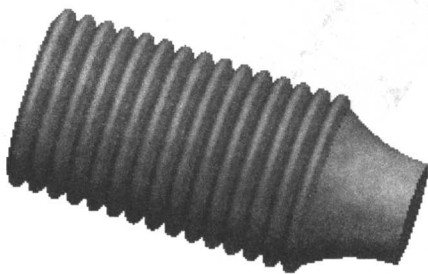

图 1.8 创建特征阵列
- (4) 定义旋转角度。在操控板中，选择旋转角度类型 （即草绘平面以指定的角度值旋转），再在角度文本框中键入角度 360.0，并按回车键。
- (5) 单击操控板中的按钮 ，则完成特征的创建。
Step4. 创建特征的阵列。对 Step3 中创建的旋转特征进行阵列，如图 1.8 所示，相关操作如下：